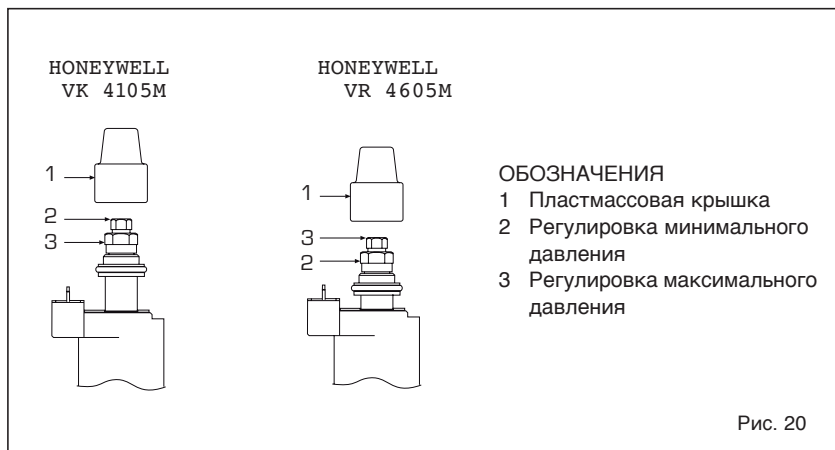

Рис. 20
4.1.1 Регулировка газового клапана (Рис. 20)